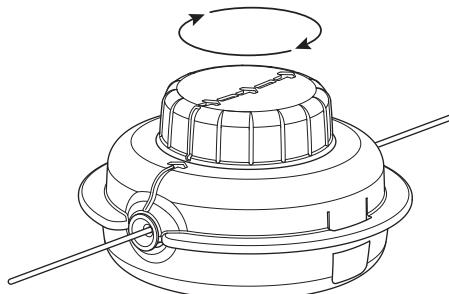

Fig. 15
5. Tournez le bouton de butée dans le sens des aiguilles d'une montre pour enrouler le fil jusqu'à ce qu'environ 12,7 cm (5 po) dépassent de chaque côté de la tête de coupe (Fig. 15). **NE POUSEZ PAS** le bouton de butée vers le bas lors de l'enroulement du fil.